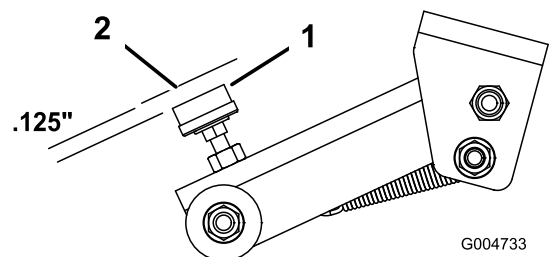

Bild 81
4. Der Abstand zwischen dem Gummikissen der Einstellschraube (Bild 81) und dem Mähwerkriegel sollte 3,2 mm betragen. Wenn der Abstand eingestellt werden muss, lösen Sie die Mutter an der Einstellschraube und stellen Sie sie entsprechend ein. Ziehen Sie die Mutter dann fest.